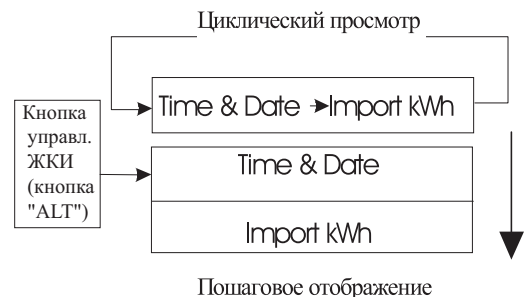

Рисунок 5
**Default (Нормальный режим)** – в этом режиме данные отображаются на ЖКИ в циклической последовательности (см. рисунок 5). Режим включается при подаче питания на счетчик. ЖКИ может быть запрограммирован на отображение необходимых величин с заданным временем удерживания параметра.